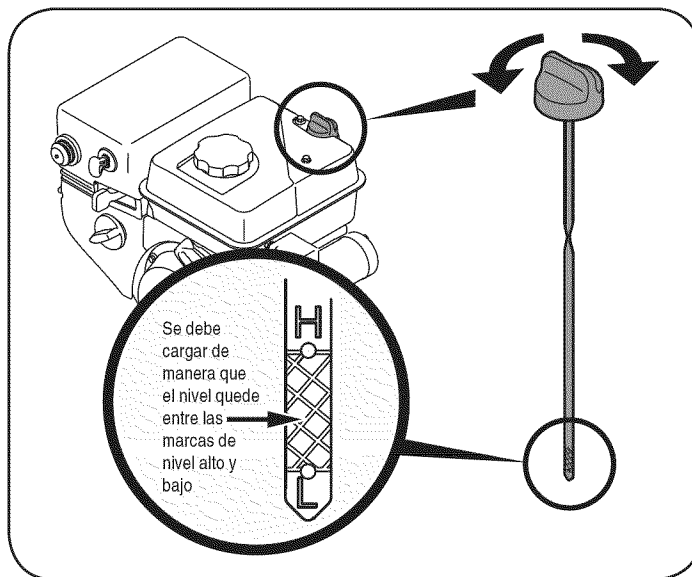

Figura 7
1. Retire el tapón de llenado de aceite/la varilla de medición y limpie la varilla de medición de aceite. Vea la Figura 7.
3. Saque el tapón / la varilla de medición de aceite. Si el nivel es bajo, agregue aceite lentamente hasta que el registro marque entre nivel alto (H) y bajo (L), Figura 7. Consulte la sección Mantenimiento del motor para ver la viscosidad y capacidad de aceite del motor correctas.